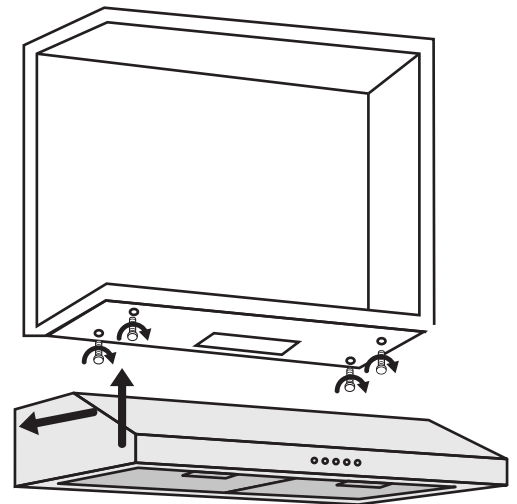

Figure 7
- En utilisant les mesures fournies à la page 7, mesurez et percez 4 trous dans le fond de l'armoire (voir figure 7).
- Alignez la hotte aux trous dans le bas de l'armoire et vissez (voir Figure 7).